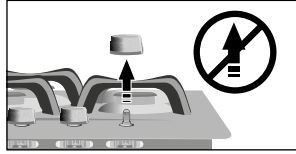

Figura 30.
- No hale las perillas, porque el cono interno podría desacomodarse y originar fugas de gas (**Ver figura 30**).